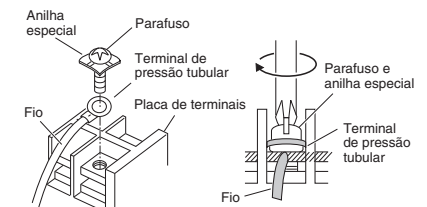

Fig. 5-4
- Utilizando um prendedor de conectores tubular ou alicates, prenda firmemente cada extremidade desnudada com um terminal de pressão tubular. (Fig. 5-4)
- Coloque o terminal de pressão tubular, e recoloque e aperte o parafuso de terminal retrado utilizando uma chave de fendas. (Fig. 5-4)